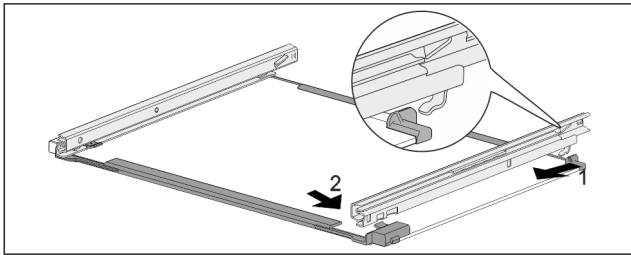

Fig. 172 Glasplatte mit Schienen
- ▶ Schiene hinten einhaken. Fig. 172 (1)
- ▶ Schiene vorne einrasten. Fig. 172 (2)